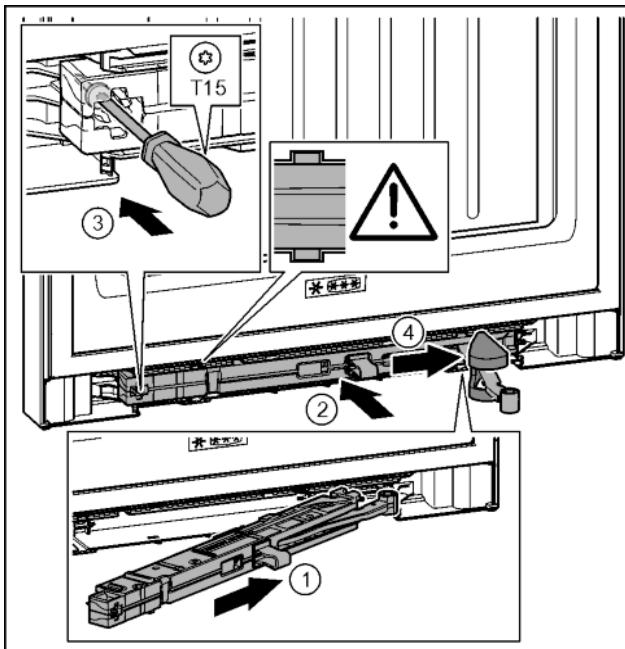

Fig. 39
- Jednotku tlumiče zavírání na straně stojanu ložiska zasuňte až na doraz šíkmo do výklenku. Fig. 39 (1)
- Jednotku tlumiče zavírání zcela zasuňte do výklenku. Fig. 39 (2)
- Šroubovákem T15 pevně utáhněte šroub. Fig. 39 (3)
- Posuňte kryt přes kloub. Fig. 39 (4)